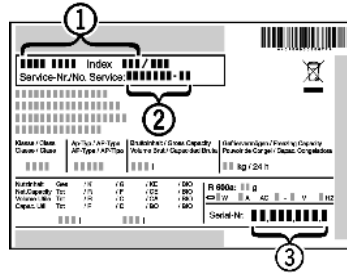

Fig. 44
- ▶ Назва пристрою Fig. 44 (1), сервісний номер Fig. 44 (2) та серійний номер Fig. 44 (3) вказані на заводській табличці. Заводська табличка знаходиться всередині пристрою, зліва.